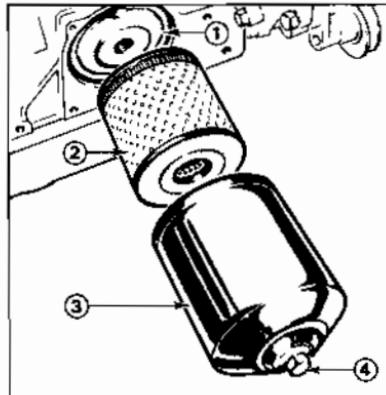

Fig. 7 Tiltrekningsrekkefølge 4 cylindre
3. Trekk til boltene i topplokket i riktig rekkefølge (se fig. 7 og 8). Tiltrekningsmoment 135 til 150 Nm (100 til 110 lbs ft eller 13,8 til